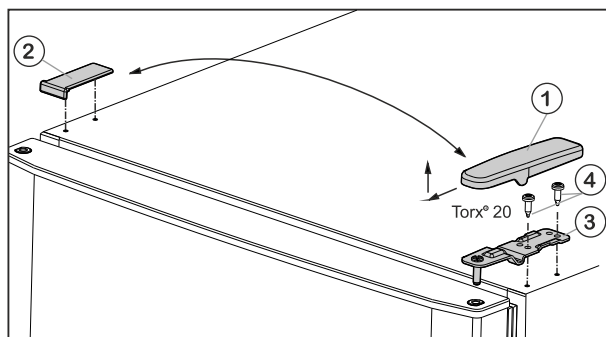

Fig. 5
- ▶ Pokrov Fig. 5 (1) snemite s potegom naprej in navzgor.
- ▶ Dvignite pokrov Fig. 5 (2).
- ▶ Odvijte zgornji ležajni podstavek Fig. 5 (3) (2 krat Torx® 20) Fig. 5 (4) in ga s potegom navzgor snemite.
- Zgornji ležajni podstavek Fig. 5 (3) vstavite na vrata na novi strani s tečaji.
- Zgornji ležajni podstavek **trdno (s 4 Nm)** privijte (2-krat Torx® 20) Fig. 5 (4). Po potrebi uporabite akumulatorski izvijač.
- Pokrov Fig. 5 (1) na nasprotni strani od zunaj namestite in pripnite.
- Pokrov Fig. 5 (2) na nasprotni strani tudi od zgoraj namestite in pripnite.